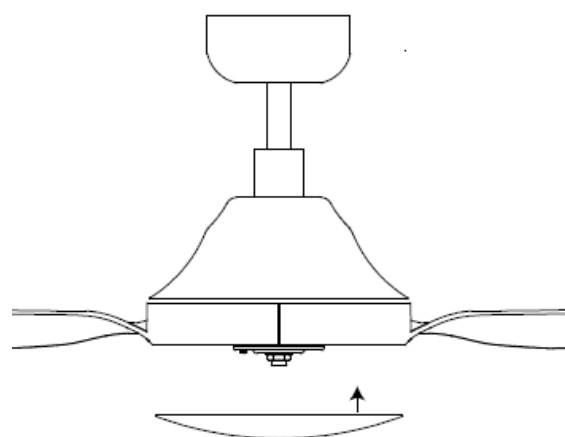

Fig. 9
- Τέλος, τοποθετήστε το κάτω κάλυμμα στον άξονα του ανεμιστήρα περιστρέφοντας το με την φορά του ρολογιού Fig.9